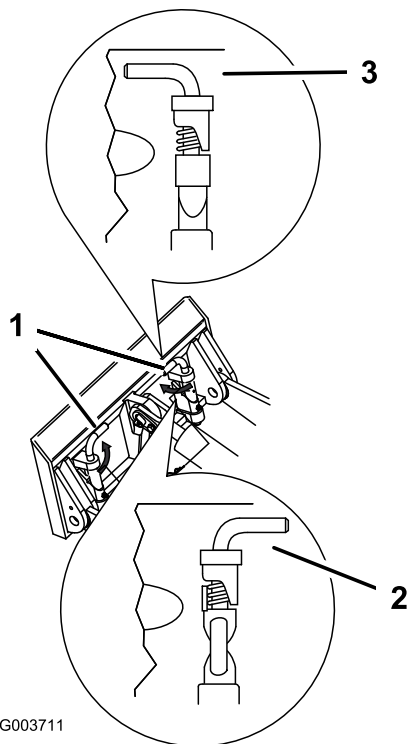

Bild 21
- Lassen die Schnellbefestigungsstifte eingreifen und stellen Sie sicher, dass sie vollständig in der Befestigungsplatte sitzen (Bild 21).